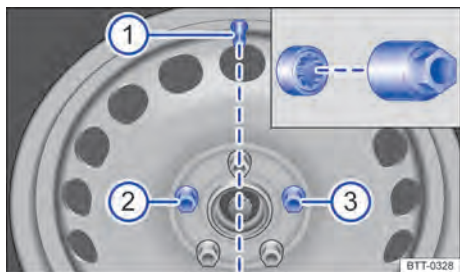

Fig. 215 Changement de roue : valve de pneu ① et emplacements de montage du boulon antivol de roue ② ou ③
2. Enfoncez l'adaptateur sur le boulon antivol de roue jusqu'en butée → fig. 215.
3. Enfoncez la clé démonte-roue sur l'adaptateur jusqu'en butée → fig. 215.
En cas de roue avec enjoliveur de roue plein, le boulon antivol de roue doit être vissé sur la position → fig. 215 ② ou ③ par rapport à la position de la valve du pneu ①. Il n'est sinon pas possible de monter l'enjoliveur de roue plein.